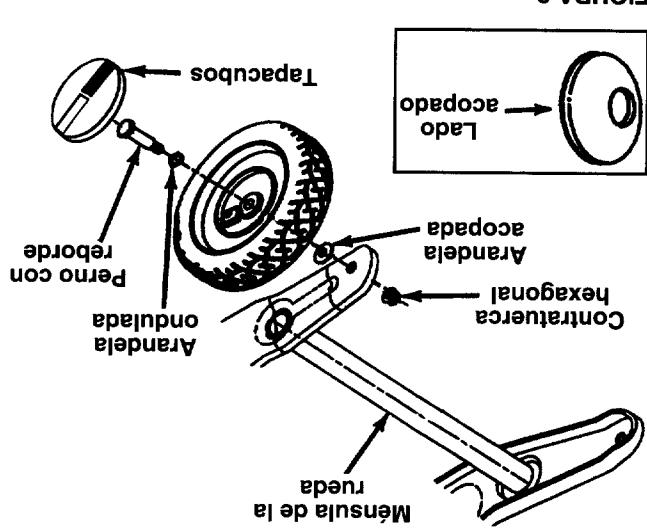

FIGURA 2.
NOTA: El lado accionado de la arandela va contra la canalera. Vea la figura 2 para localizar el lado acopado de la arandela.
- Coloque la arandela ondulada en el perno con rebordé, inserte el perno con rebordé a través de la rueda, con la cabeza del perno con rebordé a través de la rueda. Vea la figura 2.
- Coloque la contratuercas hexagonal y los pernos con rebordé del frenete de las menisulas de las ruedas. Vea la figura 2.
- Retire la contratuercas hexagonal y los pernos con rebordé del frenete de las menisulas de las ruedas. Vea la figura 2.
- Coloque la arandela ondulada en el perno con rebordé, inserte el perno con rebordé a través de la rueda. Vea la figura 2.